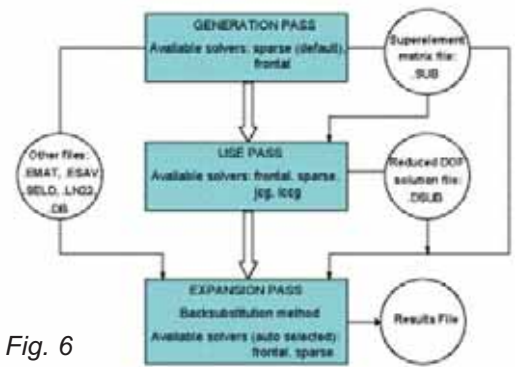

Fig. 6
STEP 4: analisi dinamica, simulazione tramite sub-structuring. Un'analisi tramite sottostrutturazione richiede l'esecuzione dei seguenti tre passi (fig. 6):